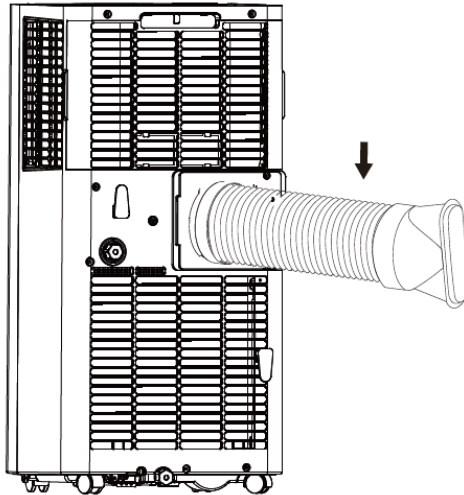

Fig.1
- Înșurubați furtunul de evacuare a aerului (cu adaptor) la ieșirea de evacuare a aerului din partea din spate a aparatului (în sensul invers acelor de ceasornic, fig. 1).